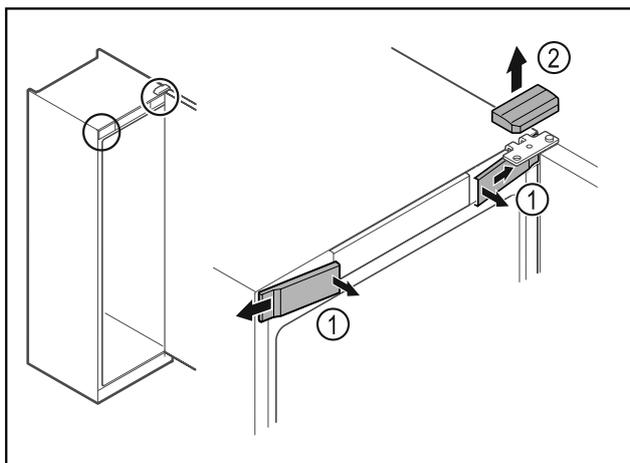

Fig. 8\*
- Desencajar las cubiertas delanteras Fig. 8 (1) del interior y dejarlas a un lado.\*
- Retirar hacia arriba la cubierta superior Fig. 8 (2)\*